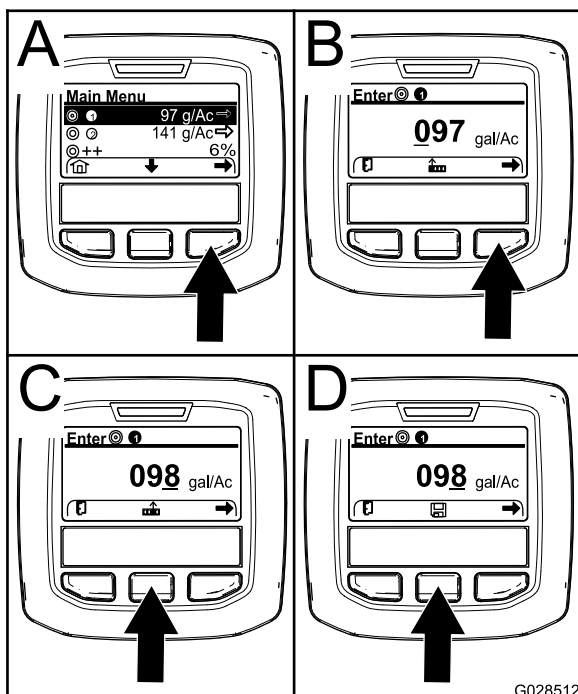

Figura 57
2. En caso necesario, pulse el botón de selección central para destacar el caudal de aplicación para el programa 1 del fumigador (Figura 57).
3. Pulse el botón de selección derecho para seleccionar el programa 1 del fumigador (Figura 57, A).
- Pulse el botón de selección derecho (B de Figura 57) para mover el cursor hasta la siguiente posición numérica a la derecha.
- Pulse el botón de selección central (Figura 57, C) para aumentar el valor numérico (de 0 a 9).
Nota: Aparecerá el icono Guardar encima del botón de selección central (Figura 57, D).
6. Pulse el botón de selección central (Figura 57, D) para guardar la programación del caudal de aplicación.